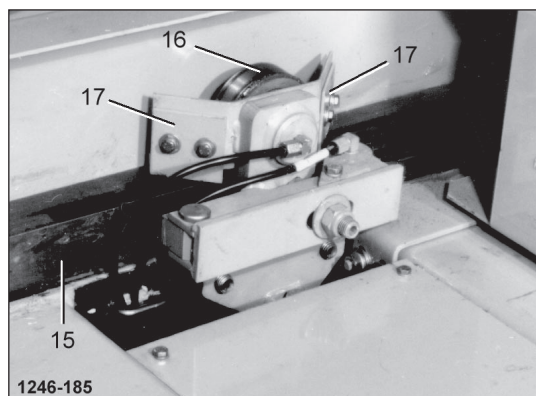

Рисунок 60
- Отрегулируйте чистящие направляющих таким образом, чтобы они не скользили вдоль направляющих, не касаясь их (Рисунок 60).